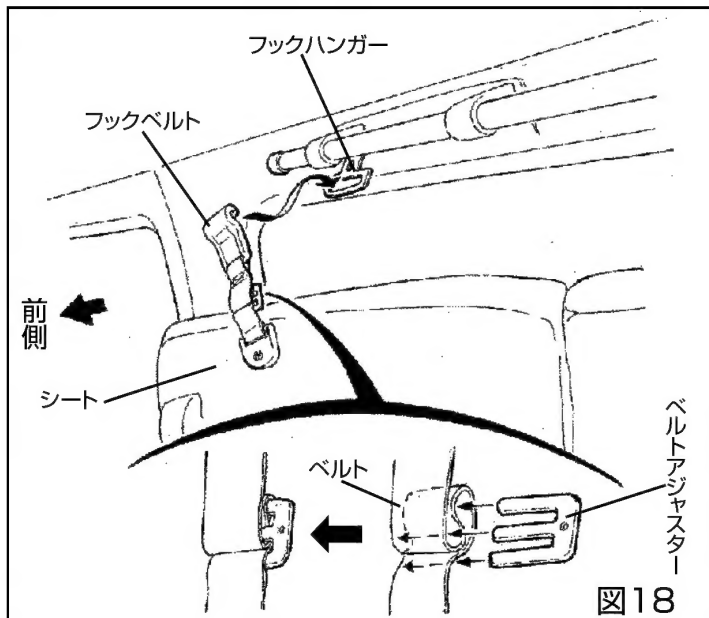

図18
- 2) リアホルダーを着脱する際は、**⑤**の1)の要領で取付、取り外しを行ってください。
- 3) 左右ハネ上げ式のシートをたたむ時はアシストパイプのフックハンガーにフックベルトをかけます。フックベルトがたるむ場合は、付属のベルトアジャスターで調整する(図18)。